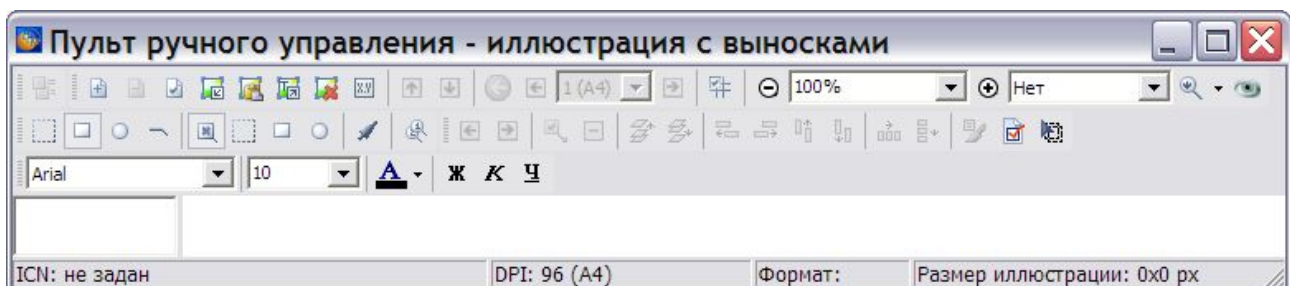

Рис. 4.47
6. Нажмите на кнопку **Применить**. При этом откроется окно для создания и редактирования иллюстраций с названием нашей иллюстрации – «Пульт ручного управления – иллюстрация с выносками» (Рис. 4.47).